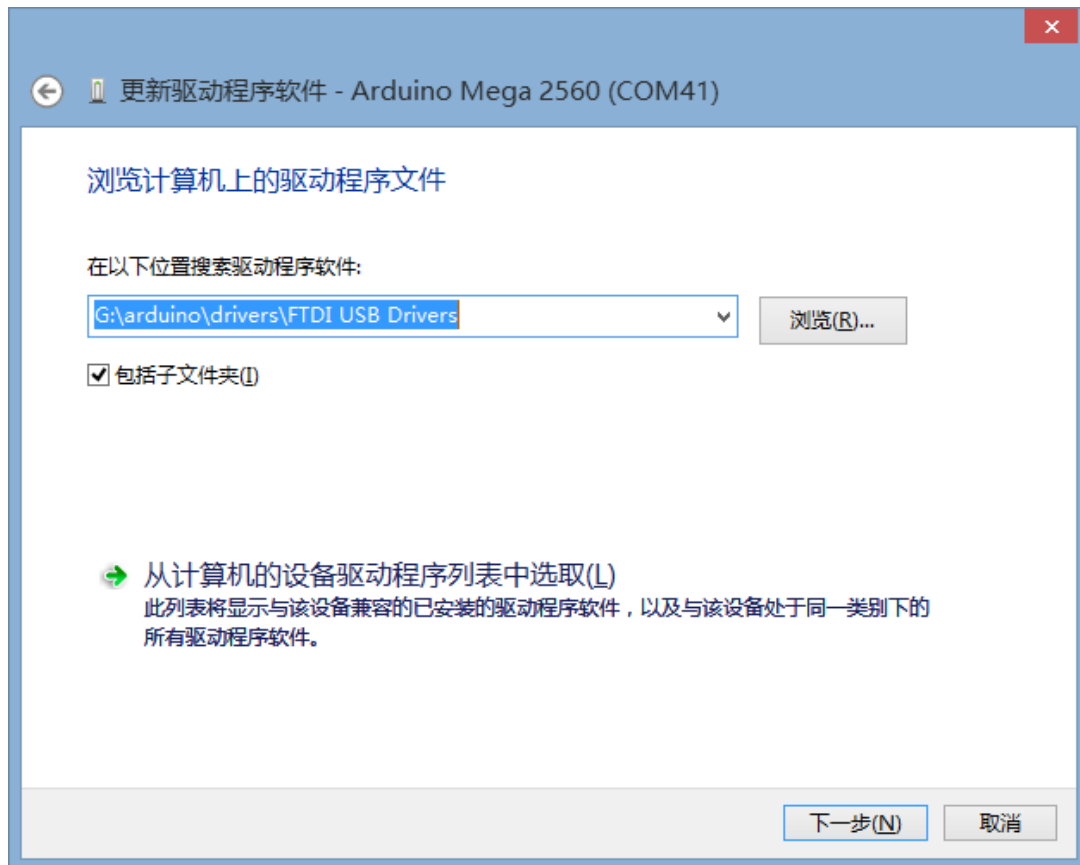

图 1.5 文件夹选择
6. 找到 Arduino 的安装目录下的驱动文件夹，如图 1.5 所示，点击下一步；